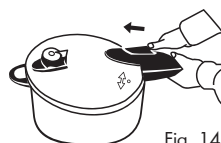

Fig. 14
- a) Deslizar o bloqueio para o centro da tampa (Fig. 14).